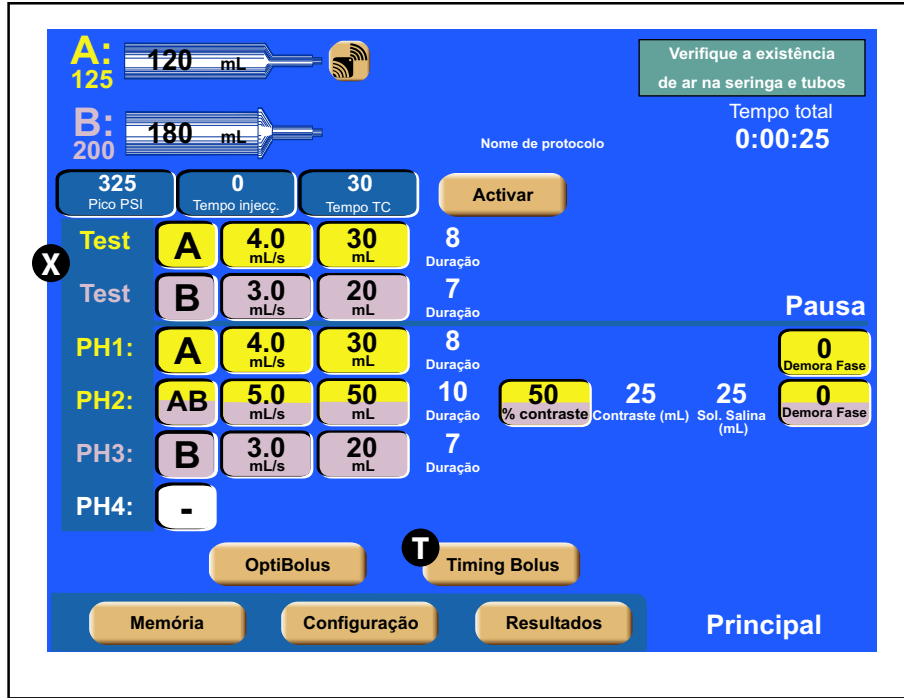

Figura 3-1-7 Tela de injeção de Bolus de sincronização do console (Modo Monopaciente mostrado)
**Timing Bolus **T**** - Este botão só está ativo se for ativado no tela Configuração. Premir este botão permite ao operador programar uma injeção de Timing Bolus. Pode ser administrada ao paciente uma injeção de Timing Bolus — uma injeção de um volume pequeno de contraste, seguida por um volume pequeno de solução salina — por forma a determinar a demora ideal do exame necessária para capturar o agente de contraste na área de interesse. Quando o botão [Timing Bolus] **T** é premido, é exibido o tela mostrado na Figura 3-1-7. Repare na adição de “Teste” **X** à esquerda da primeira e segunda fases. **NOTA:** a funcionalidade Timing Bolus não está disponível nos injetora v5.07 e superiores com uma ligação CANopen do scanner ativa configurada como CANopen Classe 0.